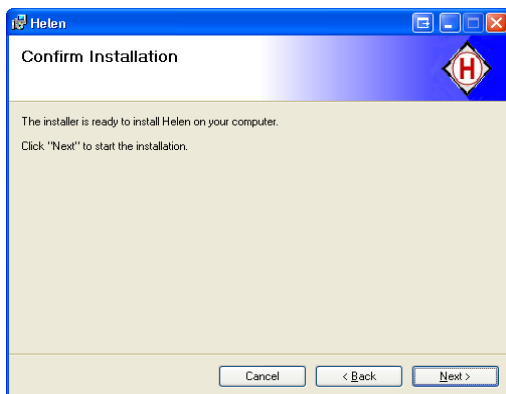

Abbildung 7
- Klicken Sie auf „Next“ (Abbildung 7)